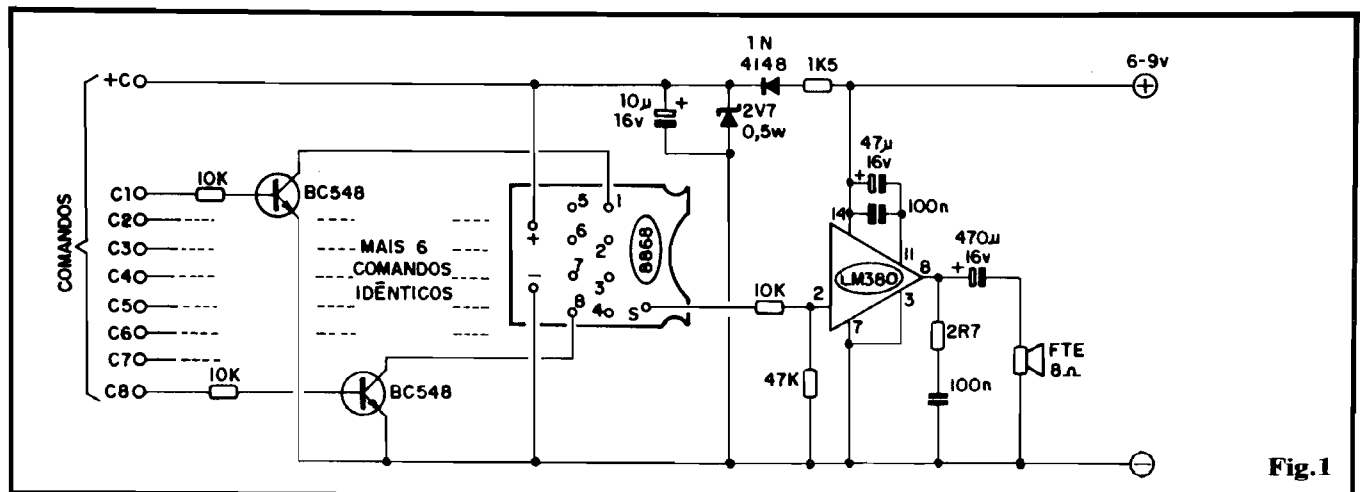

Fig.1
- FIG. 1 - DIAGRAMA ESQUEMÁTICO DO CIRCUITO DO "MOGES" - Em bloco, na região central do desenho, vemos o módulo placa/chip removido do chaveirinho, e já adaptado (detalhes na próxima figura). Em seguida temos o circuito de amplificação de Potência (centrado num Integrado LM380). À esquerda do módulo 8868 (ou equivalente) vemos as chaves eletrônicas, cada uma delas (num total de 8) baseada em um BC548 protegido em base por resistor de 10K... Observem que a alimentação do módulo de amplificação pode situar-se entre 6 e 9 volts, enquanto que a alimentação de baixa Tensão (2,7V) necessária ao módulo da placa/chip é obtida de um circuito de desacoplamento, redução e estabilização a zener, que protege e assegura ao módulo gerador a sua Tensão de trabalho, mesmo que a alimentação geral varie entre 6 e 12V, sem problemas... Os comandos individuais dos sons (ver Tabela), para serem ativados, devem ser "positivados", ou seja, ligados ao ponto +C. Essa ativação (como veremos mais adiante) pode ser implementada com simples